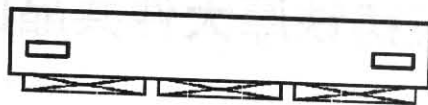

图5 改进后的工艺
(1) 从存在“鱼鳞斑”平板的化学成分可知 $w(C)$ 2.99%、 $w(Si)$ 1.72%、 CE 3.57%, 虽离共晶点较远, 若再提高 $w(C)$ 、 $w(Si)$ 和 CE , 会使石墨粗大, 影响强度, 故不宜改变。
(2) 目前出铁温度 1 500 $^{\circ}C$, 铁液温度高, 表明冲天炉冶炼状态良好, 对提高铸件内在质量有益。文献[2]指出: “普通灰铸铁的临界过热温度在 1 500 $^{\circ}C$, 在此限度内总希望出铁温度高些, 以利于提高铸铁性能”。据此, 出铁温度 1 500 $^{\circ}C$ 不宜改变。在孕育处理方面, 保证孕育后 15 min 内浇注完毕, 以防止孕育衰退。
(3) 从金相组织分析认为主要问题在于铸件的冷却速度。为提高加工表面的冷却速度, 细化共晶团, 造型时在底面放置 3 行 3 列共 9 块厚 20 mm 的冷铁(如图 5), 为防止激冷过度而出现白口, 在冷铁表面敷有 10 mm 的衬砂。经过这样改进后, 平板精